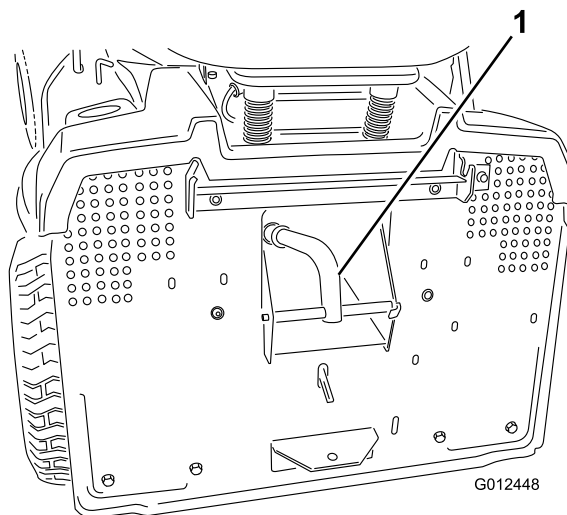
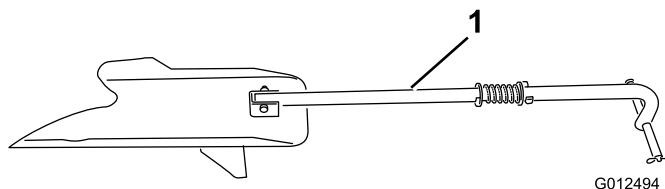

Figura 19
Figura 18
5. Inserite il tappo mulching (Figura 18) nell'apertura di scarico posta sul retro della macchina ed agganciatelo al foro della guida di scarico (Figura 19).